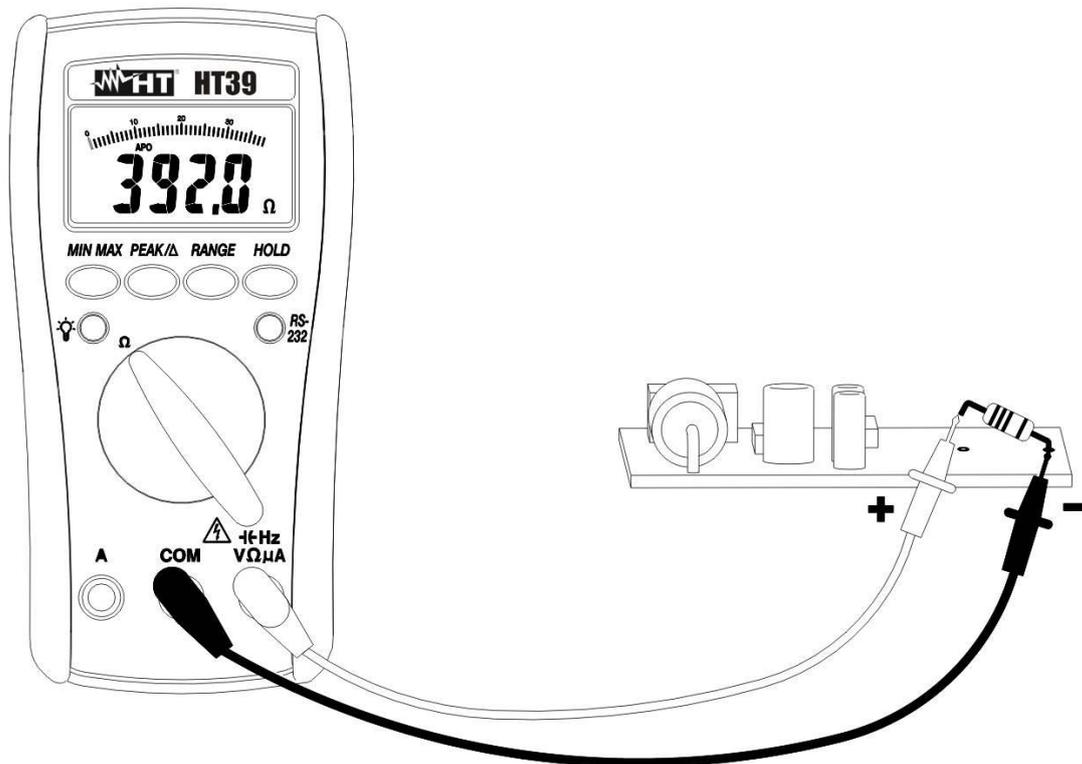

Fig. 8: Misura di Resistenza
2. Inserire il cavo rosso nel terminale di ingresso $\rightarrow 16 \text{ Hz V } \Omega \mu\text{A}$ e il cavo nero nel terminale di ingresso **COM** (vedere la Fig. 8).